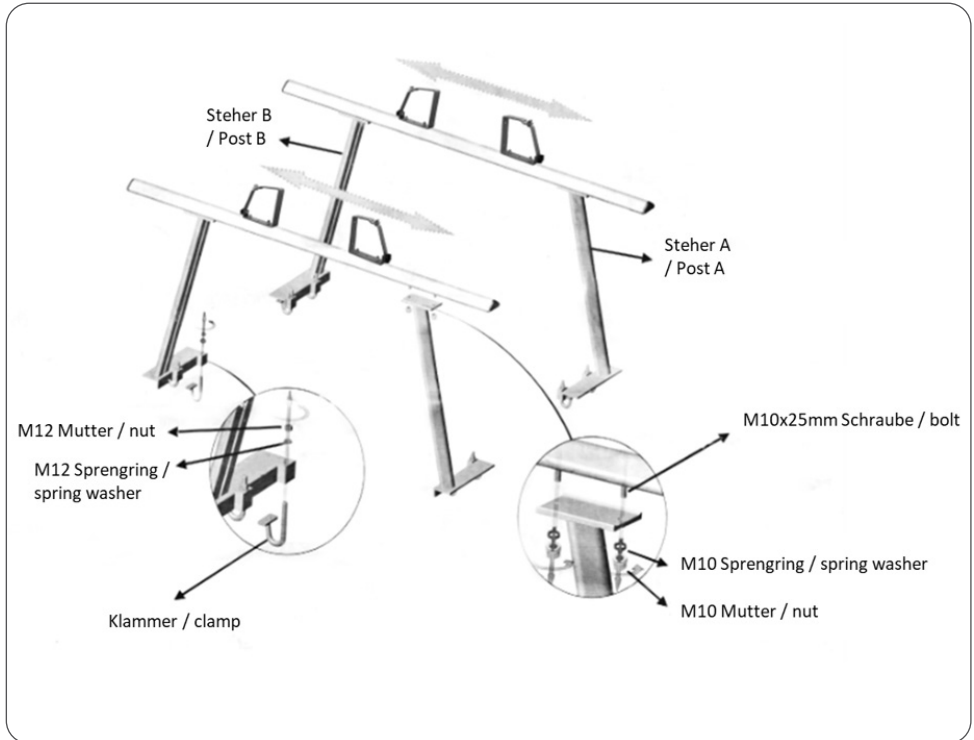

Abb. 2: Explosionsansicht 2 / exploded view 2
- 2.** Platziere den Steher A (1) und verschraube die Querstrebe mit den M10x25mm Schrauben (5), den M10 Sprengringen (6) und den M10 Muttern (7) Abb. 2. ACHTUNG! Schraubensicherung bei allen Schraubverbindungen verwenden (Loctite 243 o.Ä.) und die Schrauben laut Drehmomenttabelle (letzte Seite) anziehen.
Tighten Post A (1) and assemble cross bar with the M10x25mm bolts (5), M10 spring washers (6) and M10 nuts (7) Abb. 2. ATTENTION! Use a threadlocker (Loctite 243 or similar) for all bolted connections and tighten the screws according to the torque table (last page).
- 3.** Platziere den Steher B (2) und verschraube die Querstrebe mit den M10x25mm Schrauben (5), den M10 Sprengringen (6) und den M10 Muttern (7) Abb. 2.
Tighten Post B (2) and assemble cross bar with the M10x25mm bolts (5), M10 spring washers (6) and M10 nuts (7) Abb. 2.